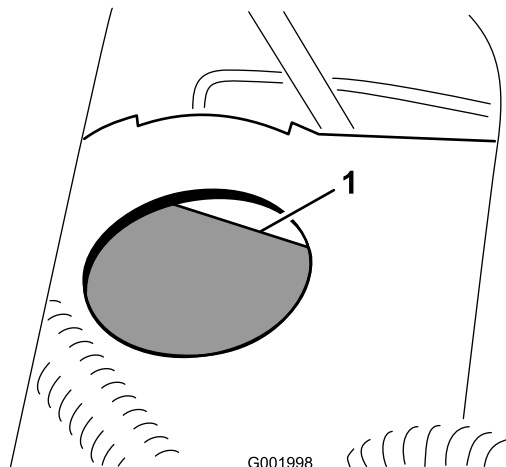

図 57
2. タンクの FULL マークまでオイルが入っているのを確認する(図 57)。